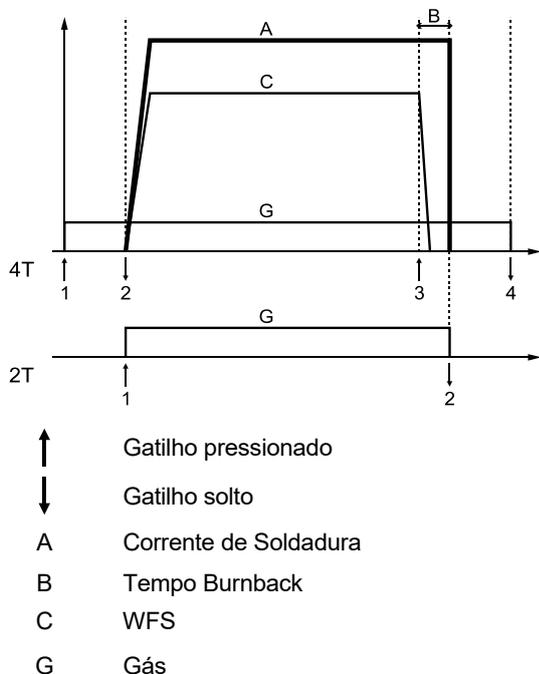

Figura 9
20. **Comutador do modo da pistola:** permite seleccionar o modo da pistola de 2 passos ou 4 passos. A funcionalidade do modo 2T/4T é apresentada na Figura 9.